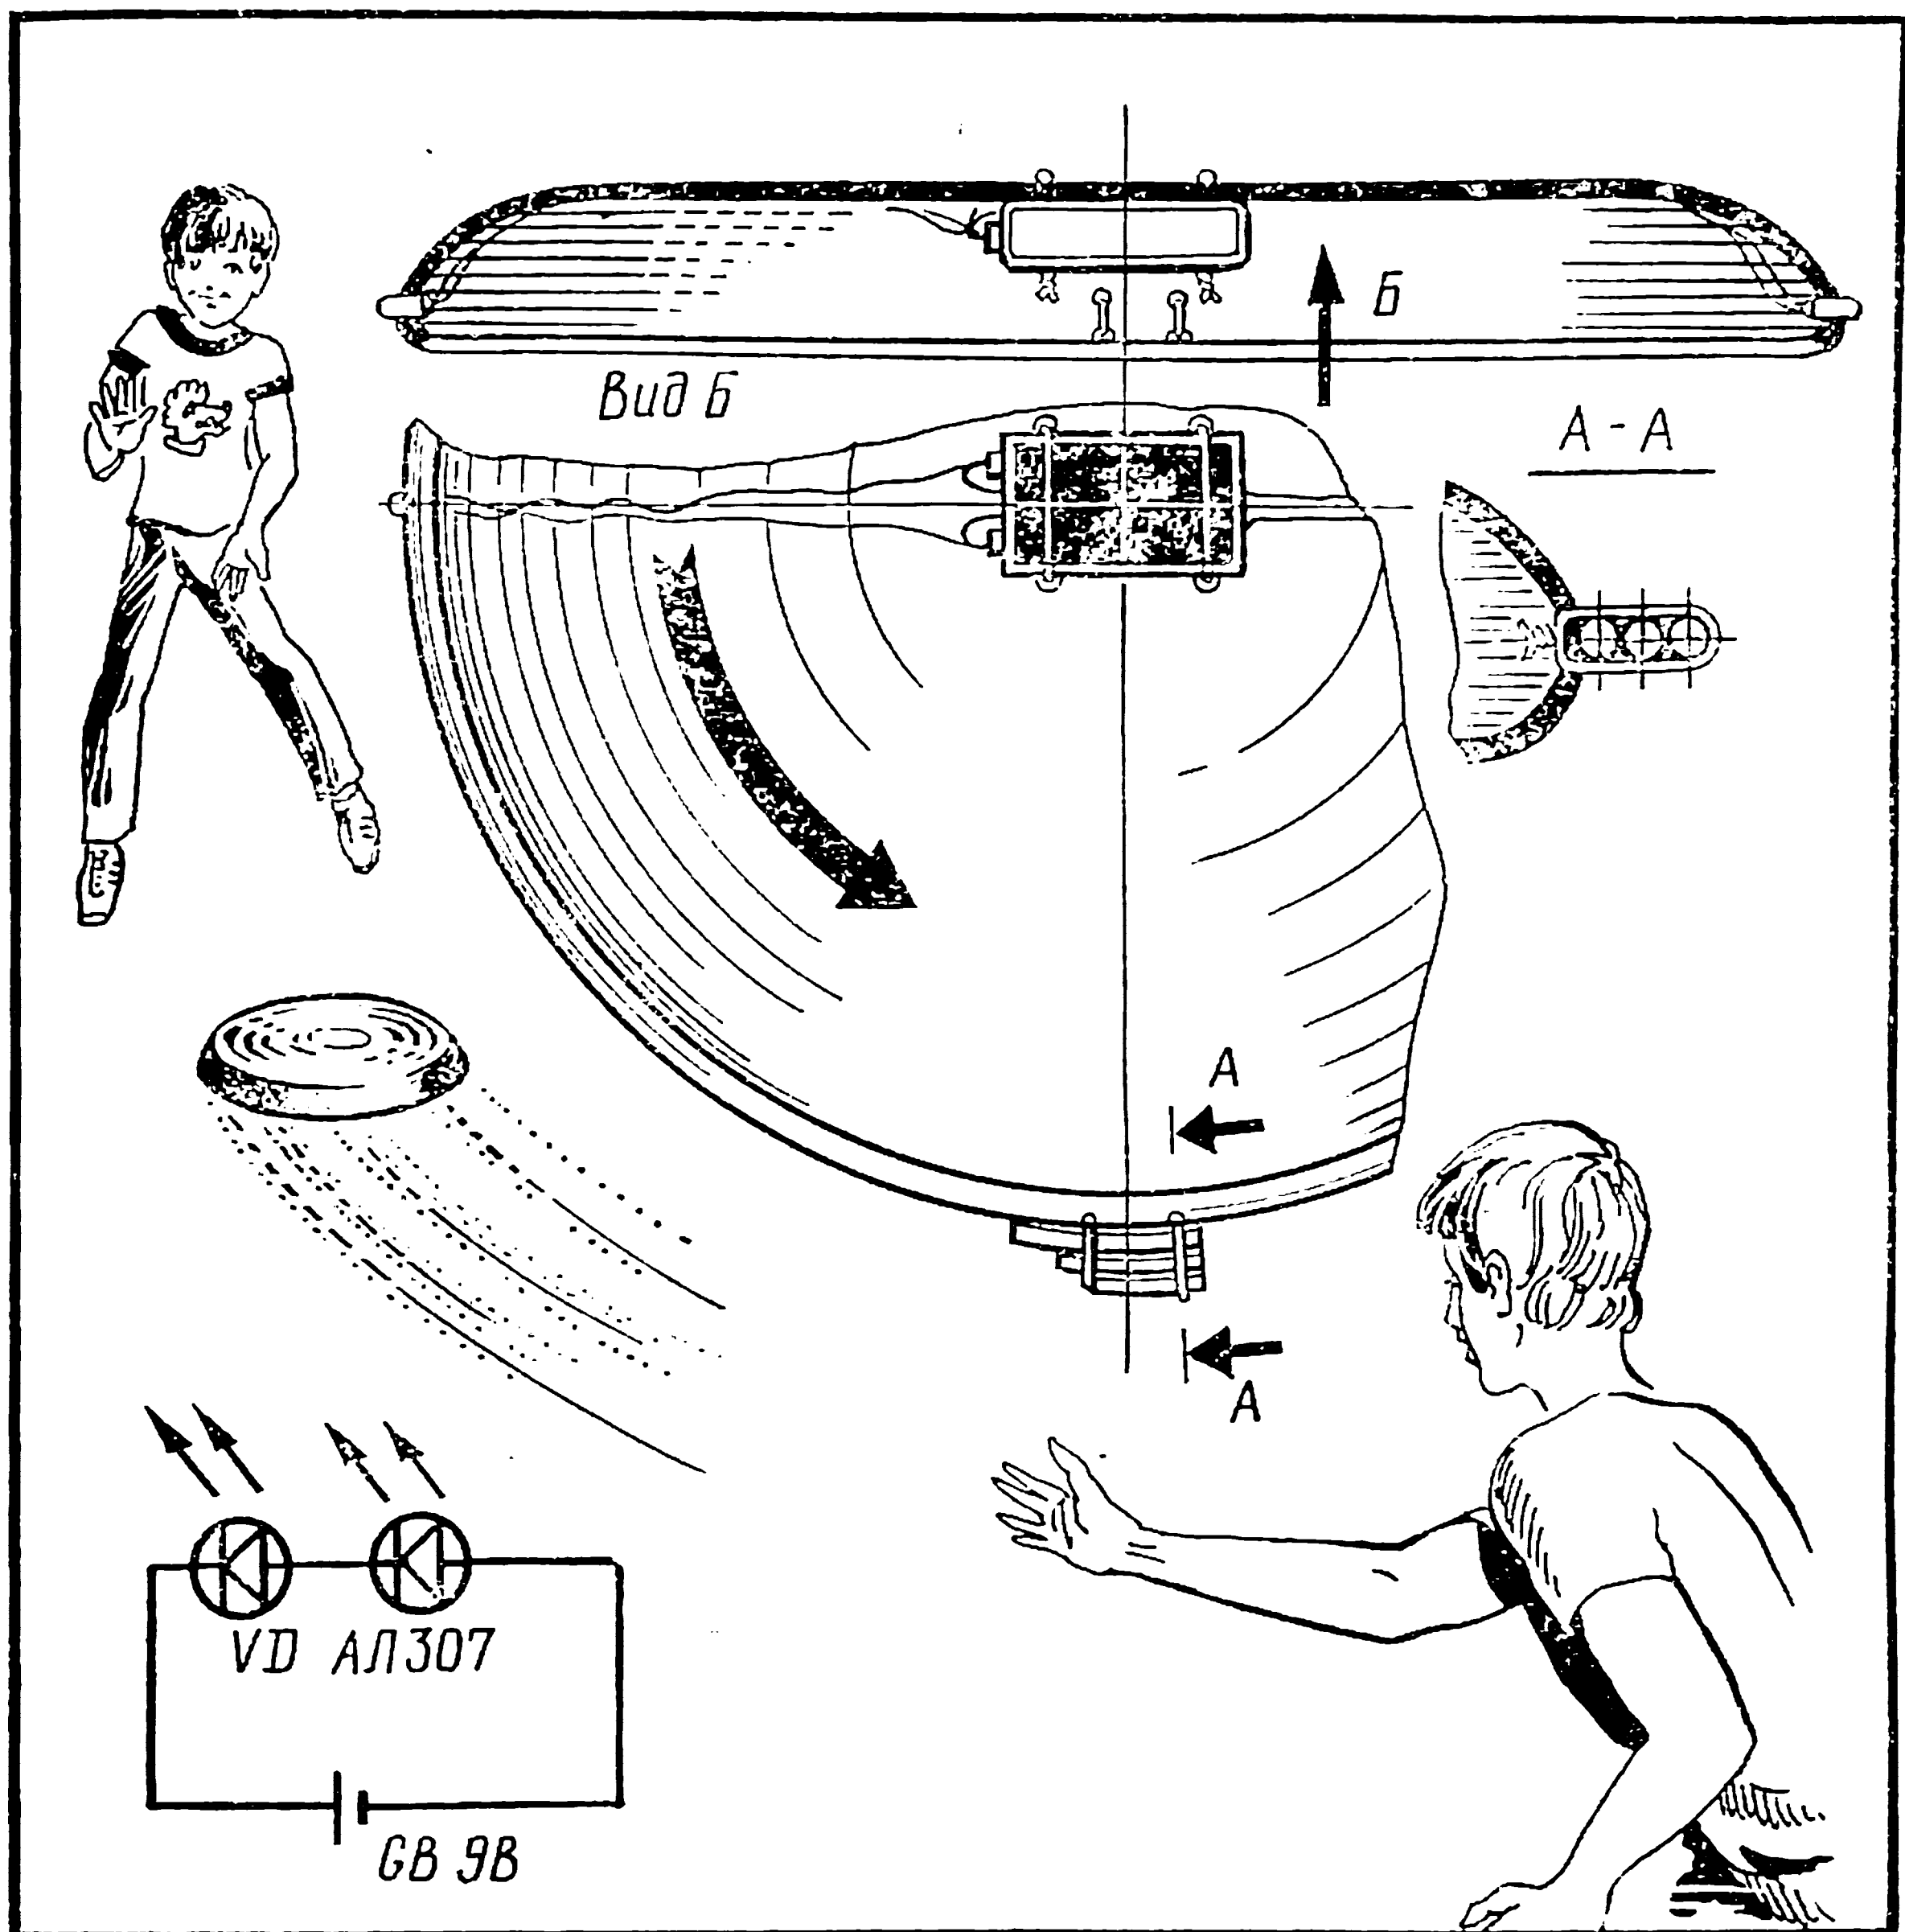

Рис. 20.
**Летит, поет, сверкает!** Вот такая оригинальная игрушка (см. рис. 20) появилась у американских мальчишек несколько лет назад и сразу стала очень популярной. Еще бы!